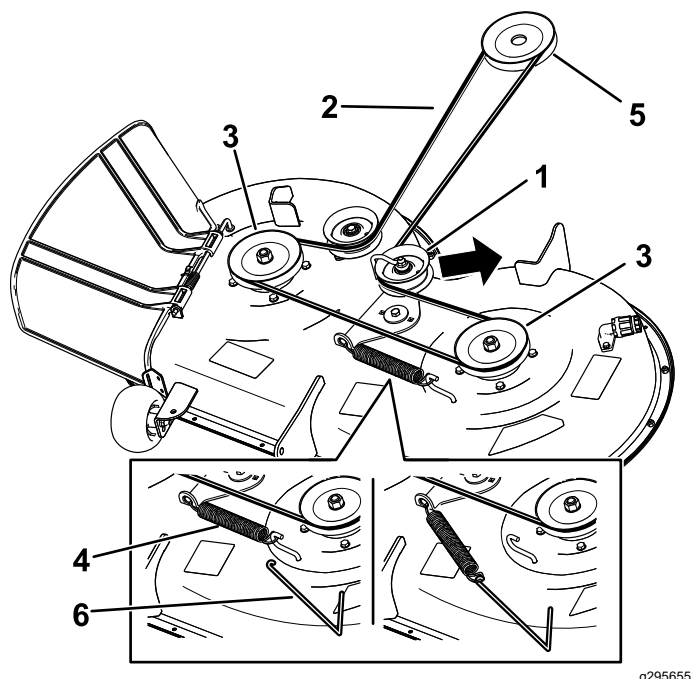

Figura 59
7. Utilizând un instrument de îndepărtare arcuri (nr. piesă Toro 92-5771), îndepărtați arcul rolei de ghidare din cârligul punii pentru a detensiona fulia rolei de ghidare și îndepărtați cureaua de pe fulii (Figura 59).
8. Amplasai cureaua nouă în jurul fuliilor motorului i ale mainii de tuns iarba (Figura 59).
9. Utilizând un instrument de îndepărtare arcuri (nr. piesă Toro 92-5771), montai arcul rolei de ghidare pe cârligul punii i tensionai fulia rolei de ghidare i cureaua mainii de tuns iarba (Figura 59).